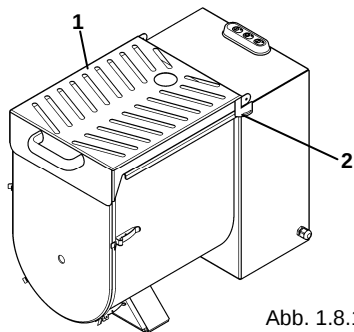

Abb. 1.8.1
- 1- Werkzeug-Schutzgitter. Dient dazu, dass die Hände nicht zufällig mit dem Werkzeug in Berührung kommen (Abb. 1.8.1)
2 - Mikroschalter (Abb. 1.8.1).